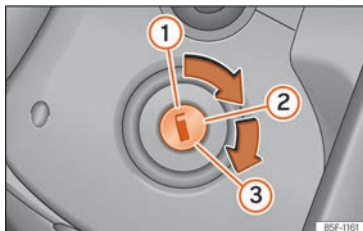

Fig. 132 Positions de la clé de contact.
Positions de la clé » fig. 132
- Tournez la clé en position » » fig. 132 ②.
- Continuez à tourner la clé en position » » fig. 132 ③ sans appuyer sur l'accélérateur.
- Une fois le moteur démarré, relâchez la clé. Lorsque vous la relâchez, la clé revient en position ②.
• Véhicules avec serrure de contact : Amenez la clé de contact en position » fig. 132 ①.